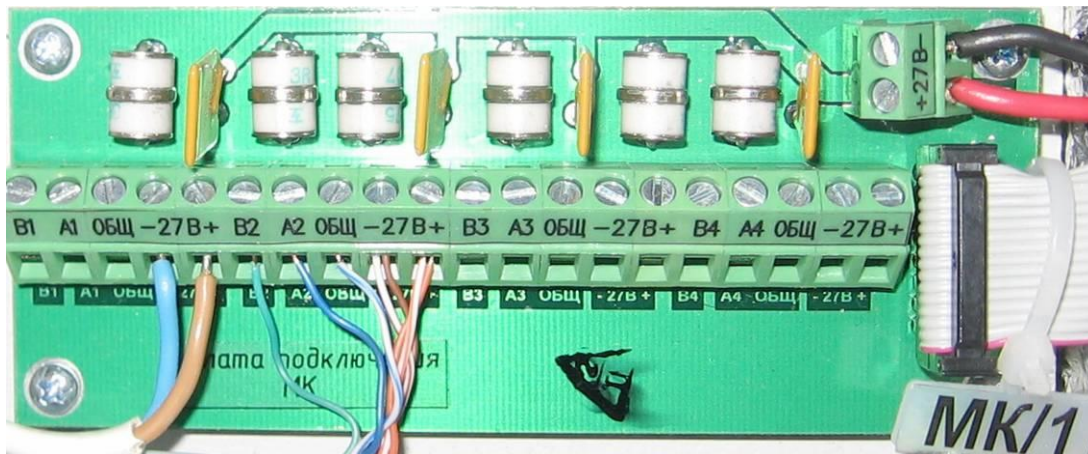

Рисунок 9.7. Плата подключения МК
9.6.1 Подсоединение к плате подключения МК. Линии связи (RS-485) и питания с П-501 подсоединяются в СЛУП к плате подключения МК (рис.9.7) к любой паре «А» и «В». На рисунке показано параллельное соединение проводов цепи питания для увеличения дальности линии питания.